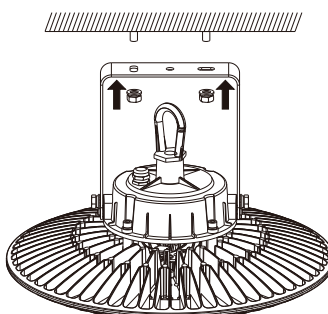

Fig. 2
2. Installez le support sur la surface de votre choix en utilisant 2 vis pour fixer chaque trou. (Figure 2).